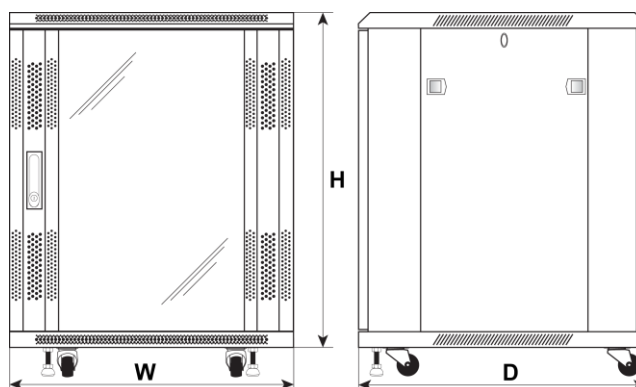

Rys.7
4.7) Zamontować od wewnątrz profile RACK wg. Rys.7